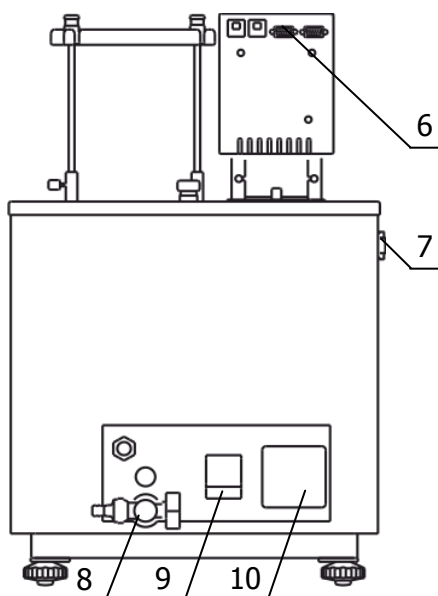

Рисунок 4 — Задняя панель ванны термостата
2.2.6 Вставить вилку сетевого кабеля блока регулирования в розетку 10 (рисунок 4). Соединить кабелем из комплекта поставки блок регулирования (разъем 6) и холодильную машину (разъем 7). Сетевой кабель термостата подключить к питающей сети напряжением 220 В. Для этого в лабораторном помещении должна быть установлена электрическая розетка из комплекта поставки термостата.
2.2.7 Автоматический выключатель 9 (рисунок 4) перевести в положение «включено».
2.2.13 При проведении работ по очистке термостата, слить теплоноситель через сливной кран 8 (рисунок 4).
2.4.4 Надеть сливной шланг из комплекта поставки на сливной кран 8 (рисунок 4) и закрепить его хомутом. Свободный конец шланга опустить в емкость для сбора теплоносителя объемом не менее 20 литров.